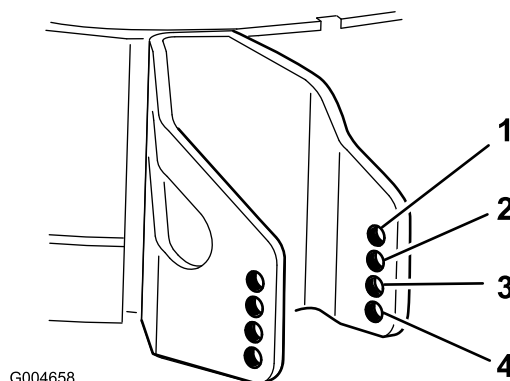

Figure 46
4. Choisissez le trou qui convient pour que le galet anti-scalp se trouve le plus près possible de la hauteur de coupe correspondante voulue (Figure 46).